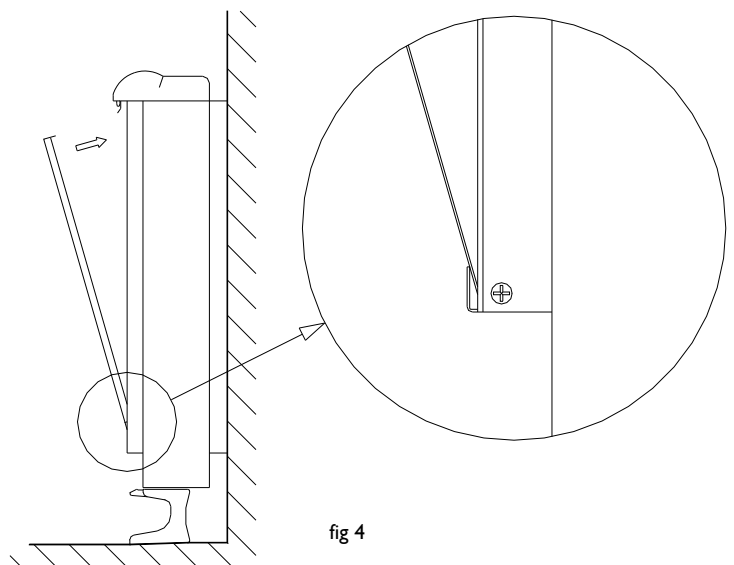

fig 4
11.- Volte a montar o painel interior, encaixando a parte inferior (fig.4).Se montar os ladrilhos de forma correcta não terá qualquer dificuldade.